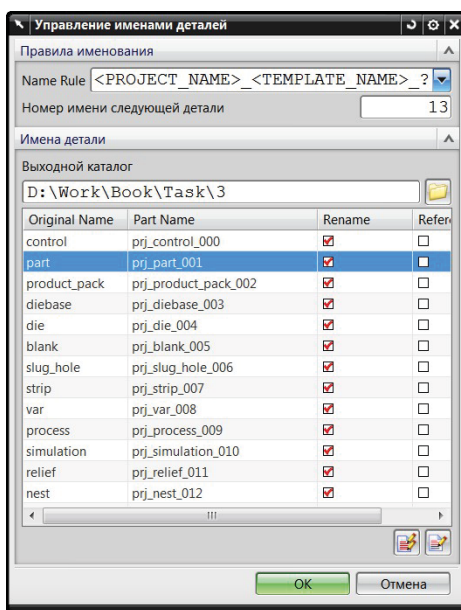

Рис. 4.2. Окно диалога «Управление именами деталей»
- Внесите изменения в имена компонентов сборки или сохраните по умолчанию в соответствии с **Name Rule** (рис. 4.2).